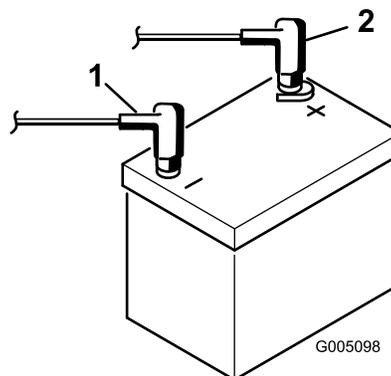

図 8
8. 赤いプラス (+) ケーブルをバッテリーのプラス (+) 端子に、黒いマイナス (-) ケーブルはバッテリーのマイナス (-) 端子にはめ、ボルトとナットで固定する (図 8)。ショート防止のために (+) 端子にゴムキャップをかぶせる。